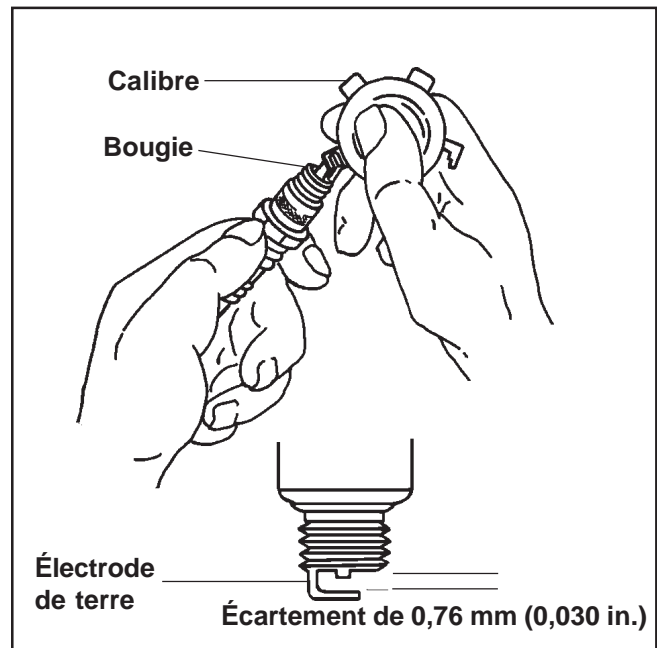

Figure 8-1. Révision de la bougie.
3. Contrôler l'écartement des électrodes à l'aide d'un calibre. Régler l'écartement sur **0,76 mm (0,030 in.)** en pliant prudemment l'électrode de masse. Voir la Figure 8-1.